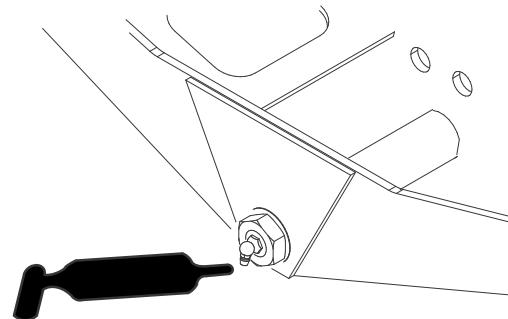

Figura 49
- Pívot de dirección del eje (1) (Figura 49)